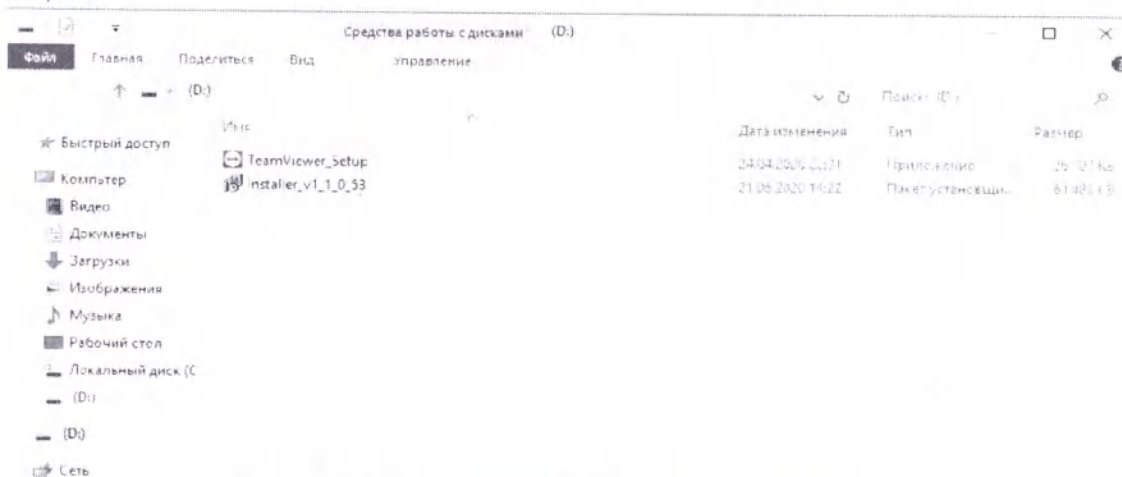

Рис. 2 – Содержимое USB-флэш-накопителя.
3. При подключении USB-флэш-накопителя откроется окно с содержимым накопителя (Рисунок 2), где вы найдете установочные файлы для программы удаленного доступа «TeamViewer_Setup» и программного обеспечения оборудования изотермической амплификации: